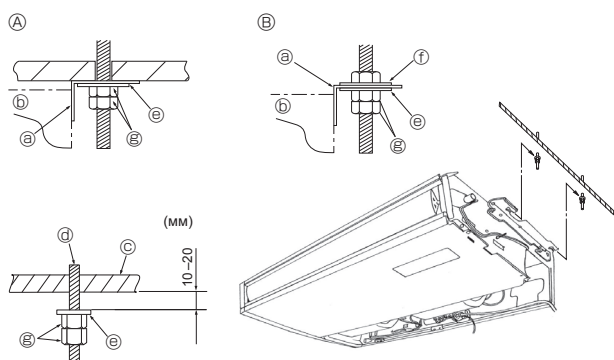

Fig. 3-5
3.3. Ішкі блокты орнату (Fig. 3-5)